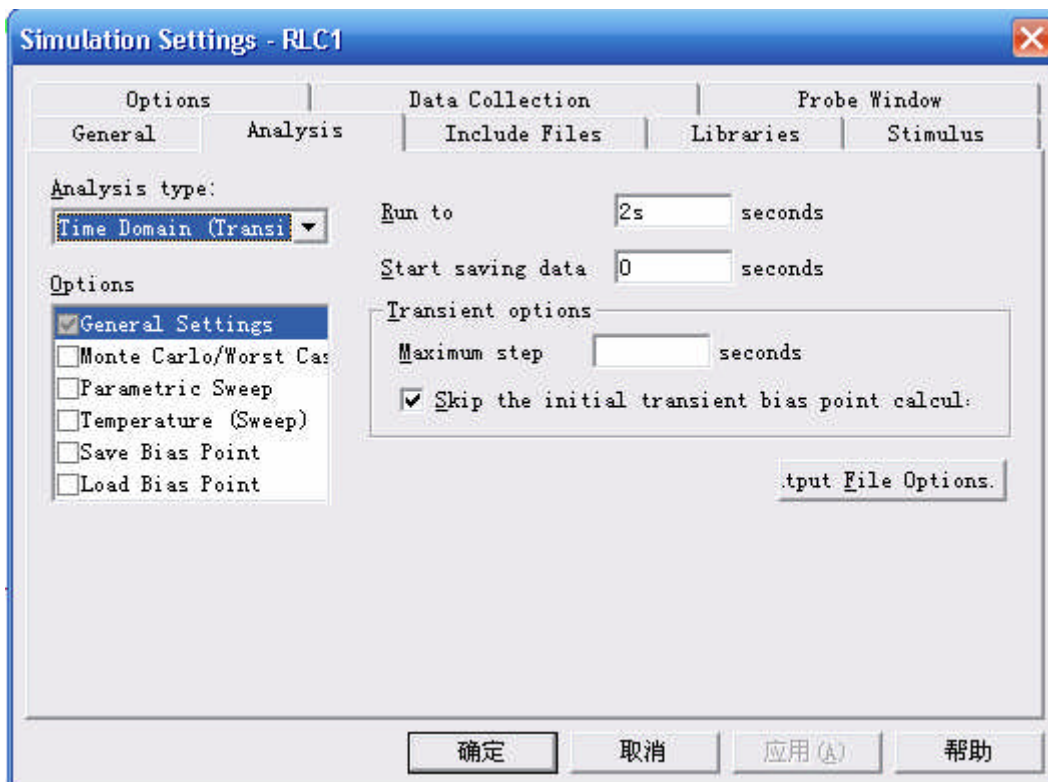

图 2.6 仿真文件设置
- 2、保存电路原理图，创建仿真文件。单击  创建仿真文件，输入文件名后单击 Creat 打开仿真对话框如下图 2.6：本题选择 Time Domain 仿真模式，仿真时间从 0 开始到 2s 结束。